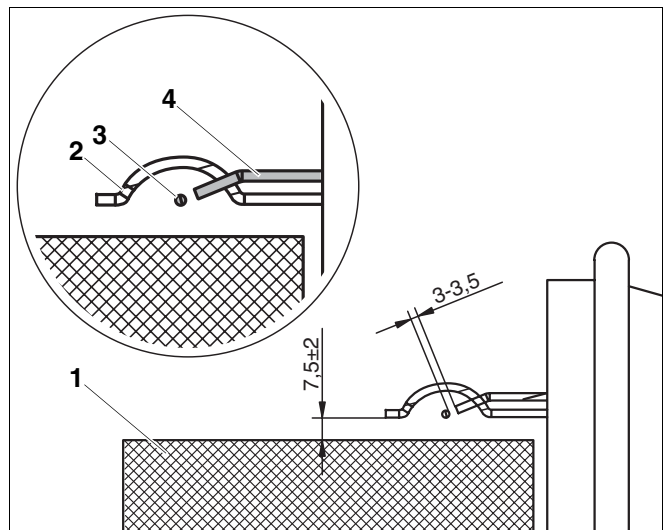

Fig. 26 Contrôle de la position des électrodes (dimensions en mm)
- Mesurez la distance entre les électrodes conformément à la fig. 26 et corrigez si nécessaire.
- Réglez le porte-électrodes de telle sorte que la position des électrodes corresponde à la fig. 26.
- Contrôlez l'usure des électrodes, c.-à-d. la distance entre les électrodes d'allumage (fig. 26).